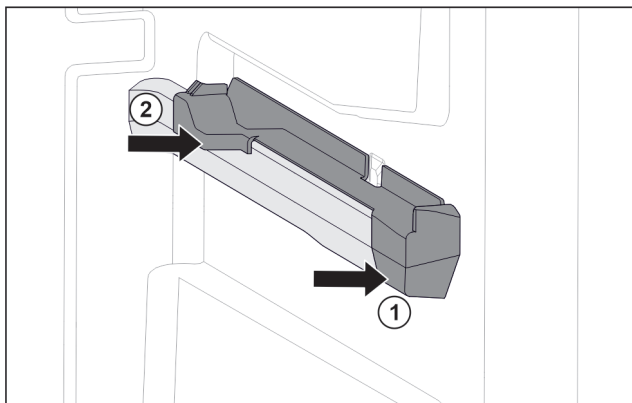

Fig. 40 Вставная часть на правом контейнерном ребре
- ▶ Наденьте вставную часть спереди на контейнерное ребро. *Fig. 40 (1)*
- ▶ Нажмите на вставную часть сзади. *Fig. 40 (2)*